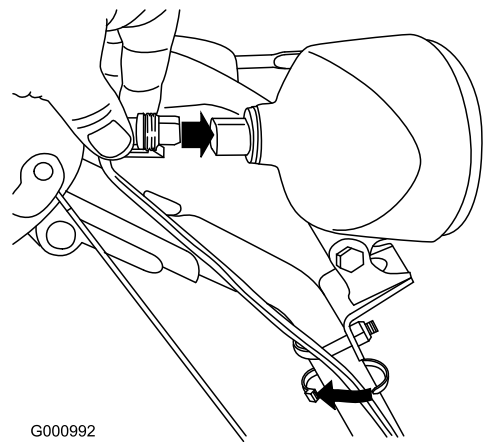

Figure 63
6. Branchez le connecteur du fil directement à l'arrière du phare en l'enfonçant bien en place (Figure 63).